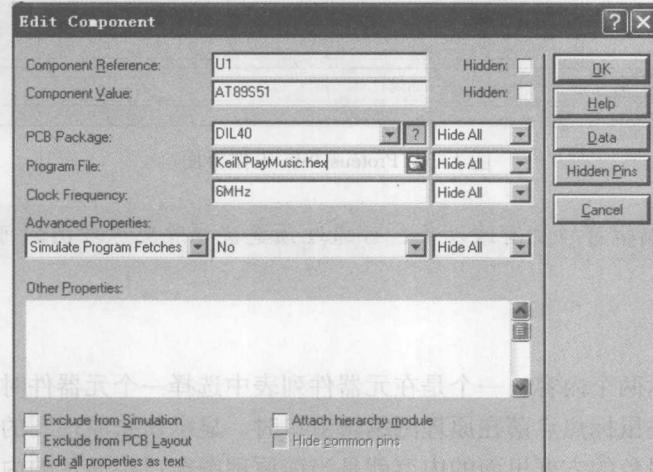

图 1-2 “Edit Component”对话框
(2) 用鼠标右键单击单片机 AT89S51 (标号 U1)，选择 Edit Properties 选项，弹出如图 1-2 所示的“Edit Component”对话框，单击“Program File”右侧文本框旁边的打开按钮，选取目标文件 PlayMusic.hex。
(3) 在“Clock Frequency”(时钟频率)文本框中输入 6MHz，使仿真系统以此频率运行。